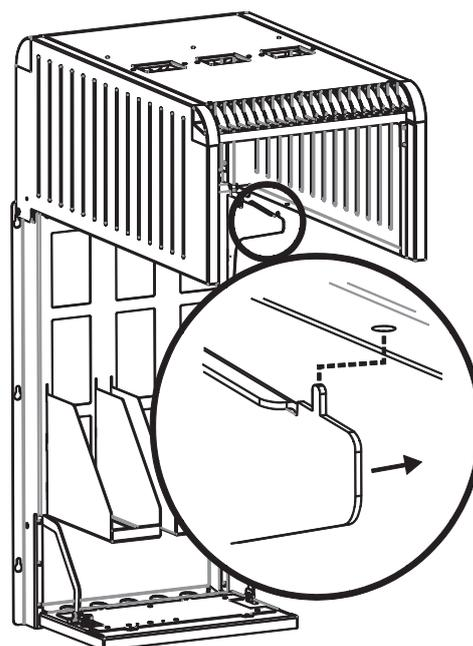

Figura 5-11
- Portare il supporto della copertura verso l'esterno sotto la copertura e inserire il bordo nel foro (figura 5-11).